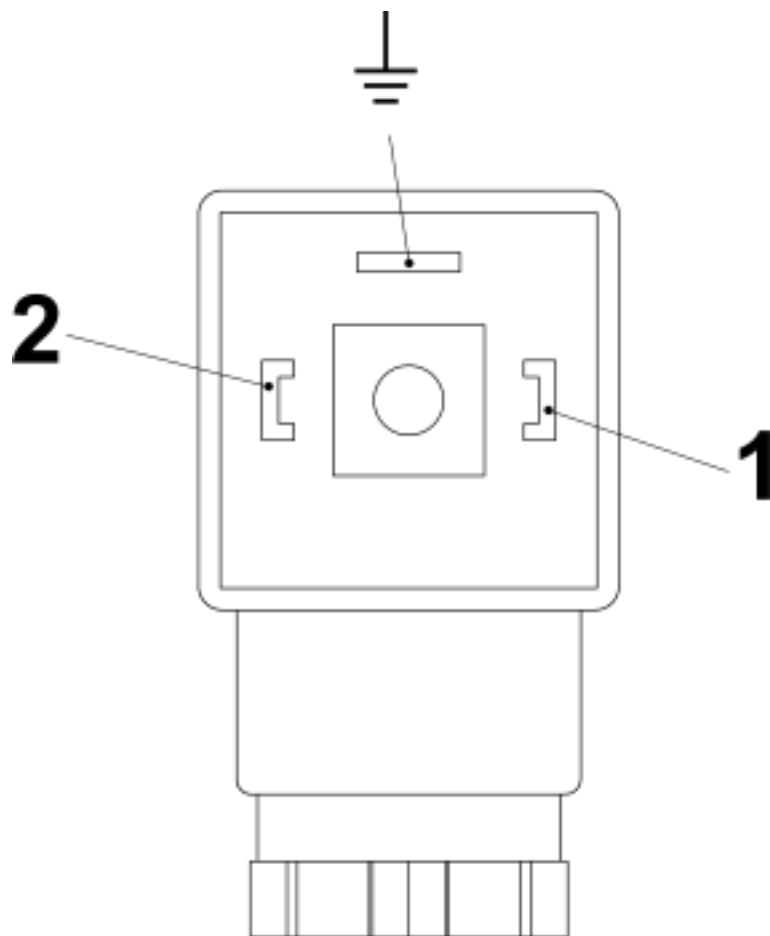
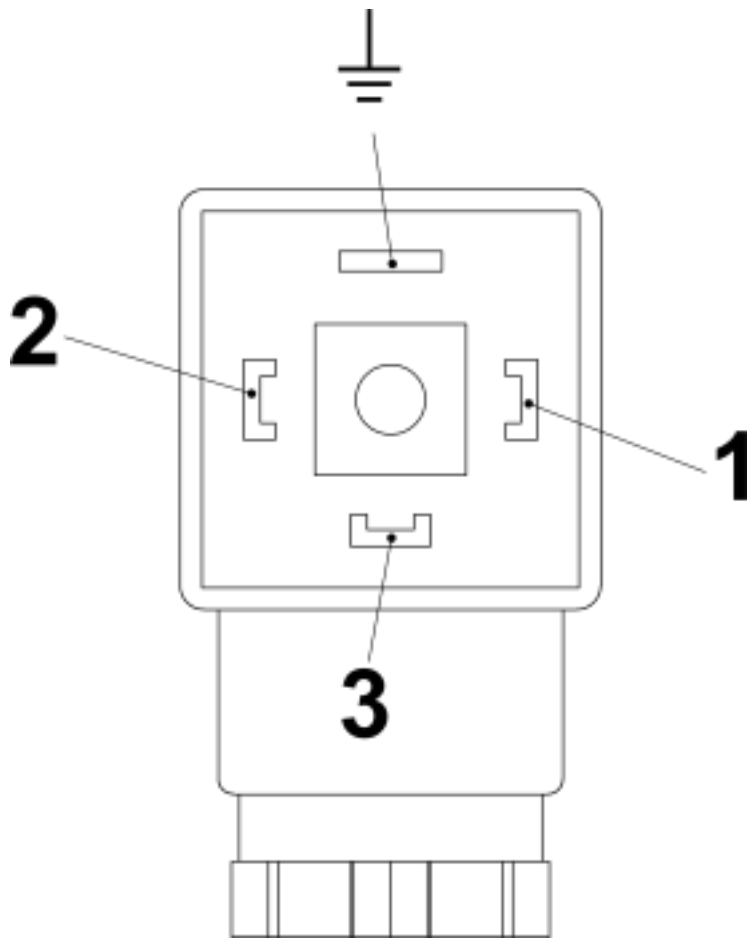

Abb. 31: Pin-Belegung Steckerdose Schließer (Schaltkontakt SG-30 mit Gerätestecker nach EN 175301-803)
Abb. 32: Pin-Belegung Steckerdose Wechsler (Schaltkontakt SG-30 mit Gerätestecker nach EN 175301-803)
6. ➤ Schließen Sie das Kabel gemäß den Anschlussbildern (Abb. 32 und Abb. 31) an